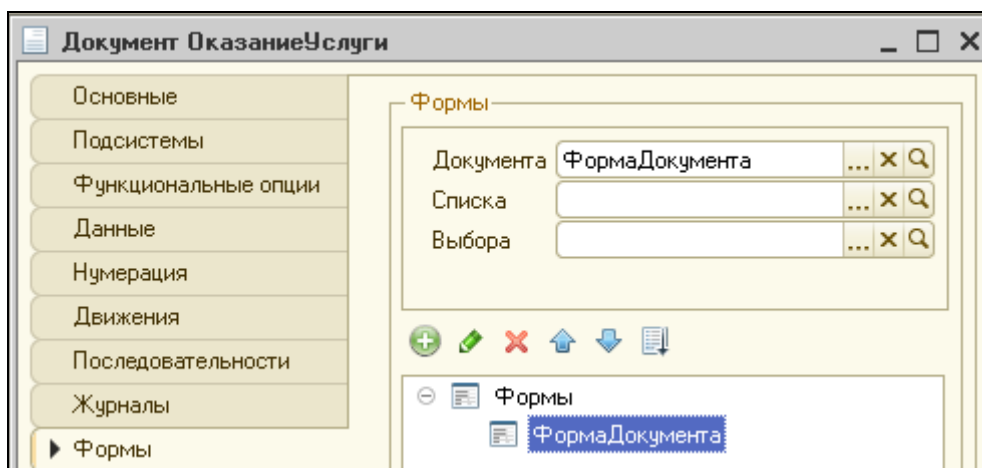

Рисунок 2.27 Документ Оказание Услуги
1. В режиме конфигуратора открыть документ **ОказаниеУслуги**. Щелкнуть по закладке **Формы**. Дважды щелкнуть по элементу **ФормаДокумента** (рис. 2.27).